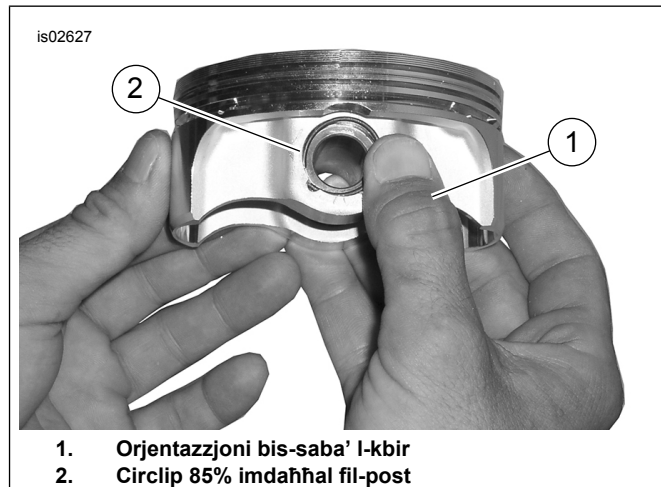

Figura 3. Installa s-Circlip (pistun ġeneriku muri)
- Ara Figura 3 . Ippożizzjona sebgħek il-kbir (1) kif muri, u aghfas sew sakemm madwar 85% tač-ċirku (2) ikun imdaħħal fl-iskanalatura.